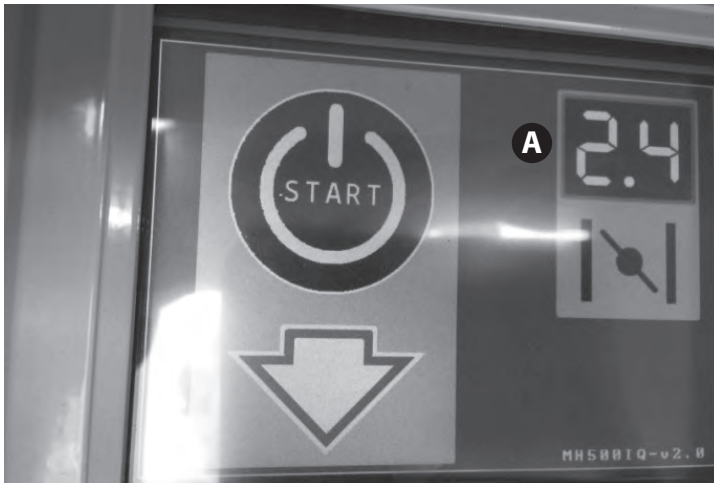

Figura 4.7
4. Permita que la pantalla se encienda. La pantalla inicial es "Start" (Arranque). Consulte la Figura 4.7.
5. El número en la parte superior derecha de la pantalla (A, Figura 4.7) es el ajuste recomendado del amortiguador.